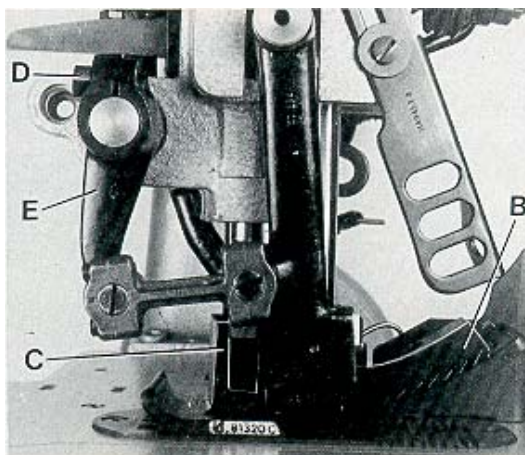

Fig.21
Assemble the upper feed dog (B, Fig. 21) and the presser foot (C). The upper feed dog (B) should not push against the front or rear end when moving in the slots of presser foot (C).
For setting the upper feed dog with respect to the slot ends in the presser foot and the tooth spaces of the lower feed dog, loosen screw (D, Fig. 21) and turn drive lever (E) accordingly to the front or rear. Retighten screw.
Montieren Sie den Obertransporteur (B, Fig. 21) und den Drückerfuß (C). Der Obertransporteur (B) darf bei seiner Bewegung in den Schlitzen im Drückerfuß (C) weder vorne noch hinten anstoßen.
Zum Einstellen des Obertransporteurs in Bezug zu den Schlitzenden im Drückerfuß und zu den Zahnlücken des unteren Transporteurs lösen Sie die Schraube (D, Fig. 21) und schwenken Sie den Antriebshebel (E) entsprechend nach vorn oder hinten. Ziehen Sie die Schraube wieder an.
The motion should be set so that the rear four teeth of the upper feed dog (B, Fig. 21) remain approx. 1/3 of their height in the presser foot slots when lifting.
Die Bewegung muß so eingestellt sein, daß die hinteren vier Zähne des Obertransporteurs (B, Fig. 21) beim Abheben noch mit etwa 1/3 ihrer Höhe in den Druckerfußschlitzen sind.